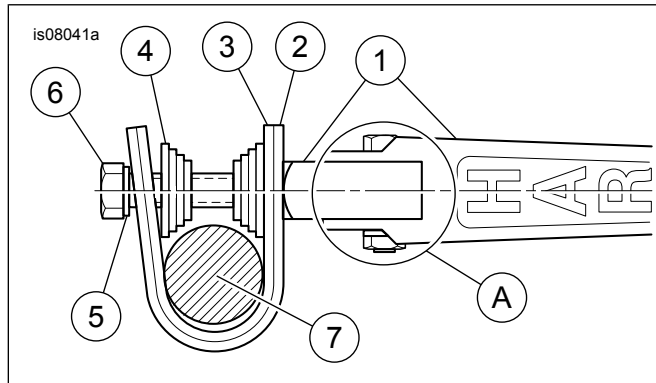

Figura 1. Piezas de servicio
1. Vea la Figura 1. Quite el perno (6) y la arandela de seguridad (5) del conjunto del taco apoyapiés (1). **En los protectores del motor con un diámetro de 25 mm (1 pulg.):** Coloque la abrazadera grande (2) y la abrazadera pequeña (3) alrededor del protector del motor (7), como se muestra. Coloque las abrazaderas en la sección recta y vertical del protector. **En los protectores del motor con un diámetro de 32 mm (1 1/4 pulg.):** Deseche la abrazadera pequeña (3). Coloque la abrazadera grande (2) alrededor del protector del motor (7). Coloque la abrazadera en la sección recta y vertical del protector.
2. **En TODOS los protectores del motor:** Instale los dos espaciadores escalonados (4) dentro de la abrazadera en cualquier lado del protector del motor (7), como se muestra.
3. Coloque la arandela de seguridad (5) en el perno (6). Inserte el perno a través de la abrazadera y los espaciadores y enrósquelo dentro del conjunto del taco apoyapiés, como se muestra.